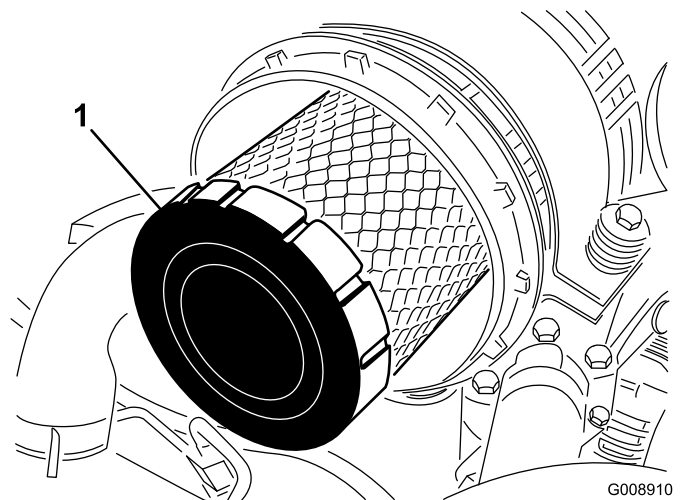

Bild 80
4. Entfernen Sie den Hauptfilter (Bild 80).